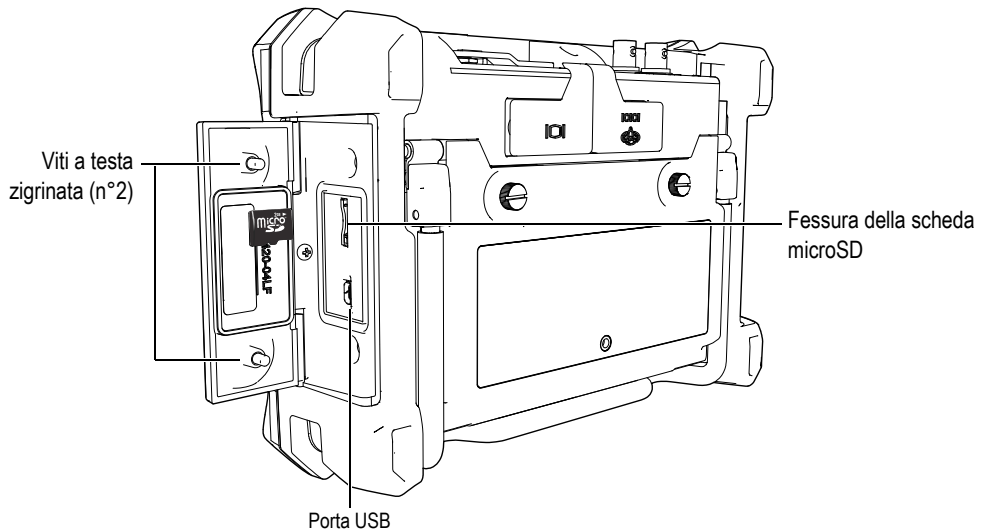

Figura 1-12 Lo sportellino laterale
2. Allentare le due viti a testa zigrinata e aprire lo sportellino laterale dell'EPOCH 600 (vedi Figura 1-12 a pagina 35).
4. Fare scorrere la scheda microSD nell'apposita fessura fino a quando non scatta (vedi Figura 1-12 a pagina 35).